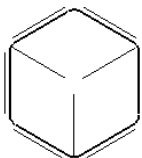

图 6-50
- Approximated original edges (近似原始边线): 位于通过圆角接合的两个曲面相交处的原始边线, 如图 6-50 所示。